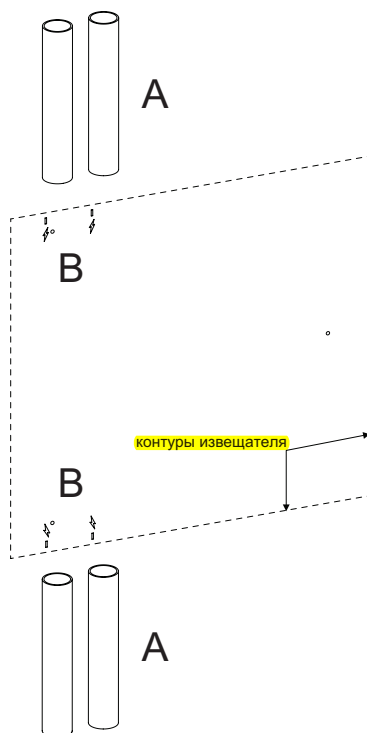

Рис. 4-10: Размещение монтажного шаблона
1. Разместите монтажный шаблон так, чтобы выровнять кабелепровод (А) по установочным меткам (В) (Рис. 4-10).